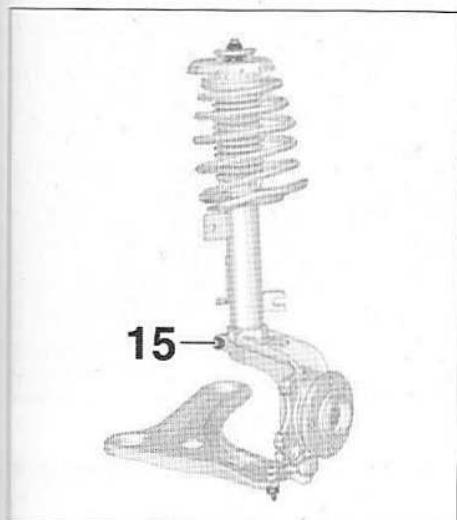

FIG.9
- Déposer le boulon de bridage (15) de l'élément de suspension dans le pivot (Fig.9).